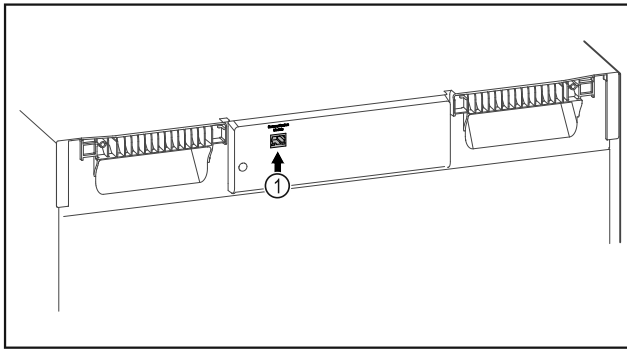

Fig. 89
- SmartModule Fig. 89 (1) naudojamas.